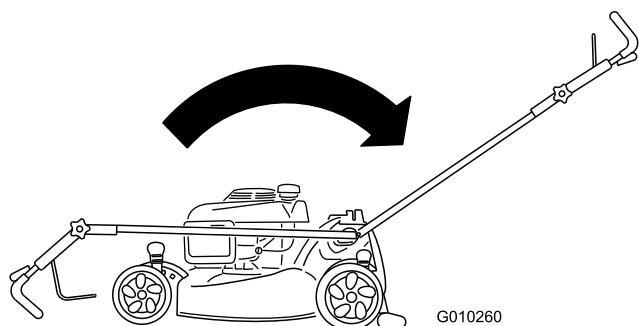

Figura 50
2. Spostate la stegola in posizione verticale (Figura 50).